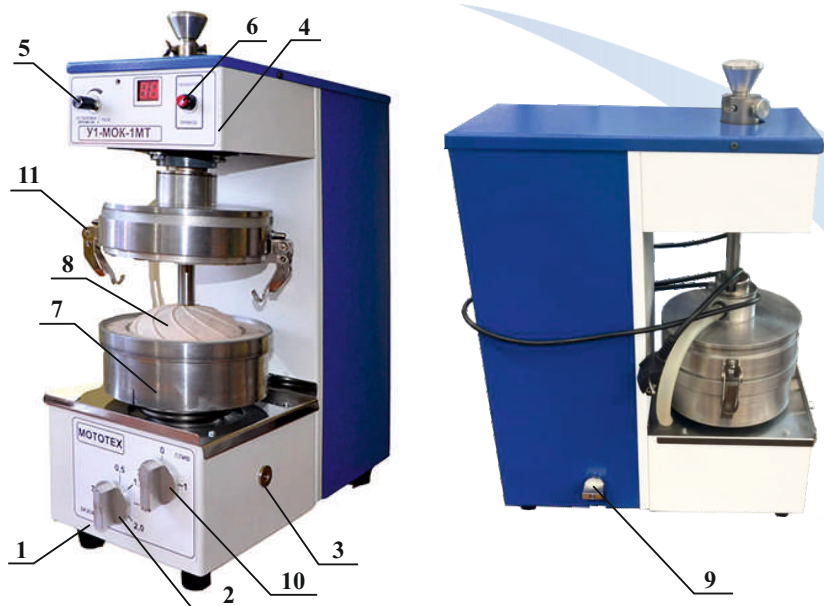

Рис.1. Устройство У1-МОК-1М
4.2. Устройство состоит из основания, (Рис. 1) на котором установлены: нижняя панель 1 с органами управления зазором 2 и клапаном слива 10; верхняя панель 4 с установленным на нем таймером и ручкой управления таймером 5, кнопкой пуска (остановки) электродвигателя 6. Спереди расположена отмывочная камера 7 с рабочим органом 8. Слева, сбоку, расположена ручка регулятора воды 9. Сзади устройства находится вводная панель, на которой установлены предохранитель, и сетевой шнур. Внизу находится штуцер подачи воды. Справа находится резьбовая втулка 3 для установки сливного патрубка, через который вода стекает в приемную ванну с ловушечным ситом.